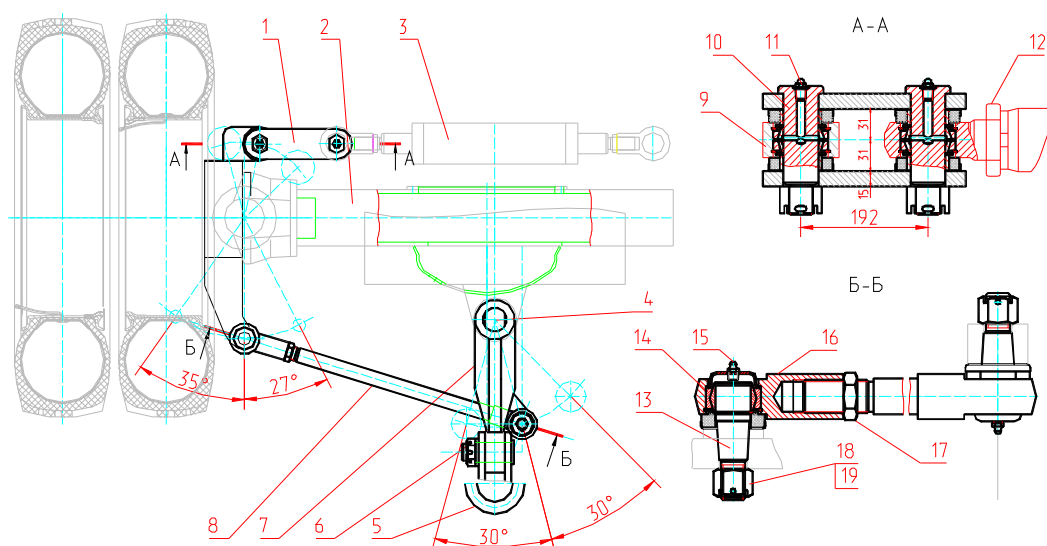

Рис. 21 Механизм управления поворотом колес
1.4. МЕХАНИЗМ УПРАВЛЕНИЯ ПОВОРОТОМ КОЛЕС (РИС. 21)
Механизм управления поворотом колес экскаватора (рис. 21) включает в себя систему рычагов, состоящую из дышла 5, водила 7, поперечной тяги 8, шатунов 1, обеспечивающих поворот экскаватора при движении своим ходом и при его буксировке.